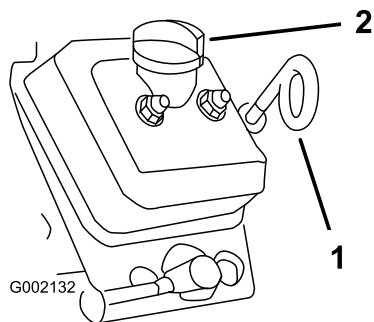

Figura 20
2. Pulite attorno all'asta di livello (Figura 20) in modo che la morchia non possa penetrare nel foro e danneggiare il motore.